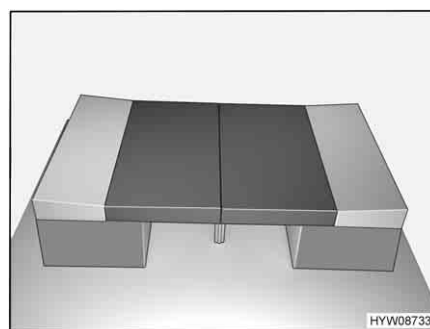

Fig. 39 Dopo la trasformazione
- Sistemare il cuscino del sedile e dello schienale come illustrato nella Fig. 39.